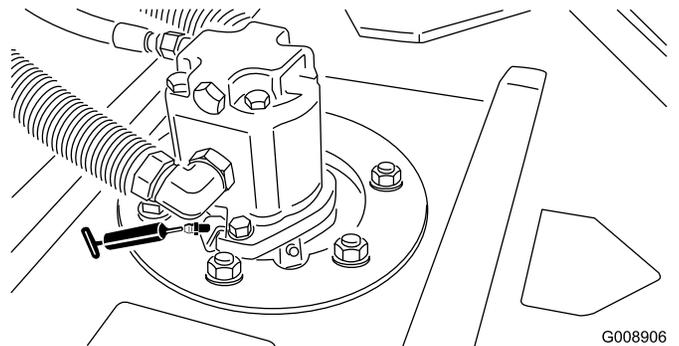

Figure 40
- Roulements d'axes de pivots de plateau de coupe (1 par plateau de coupe) (Figure 40)